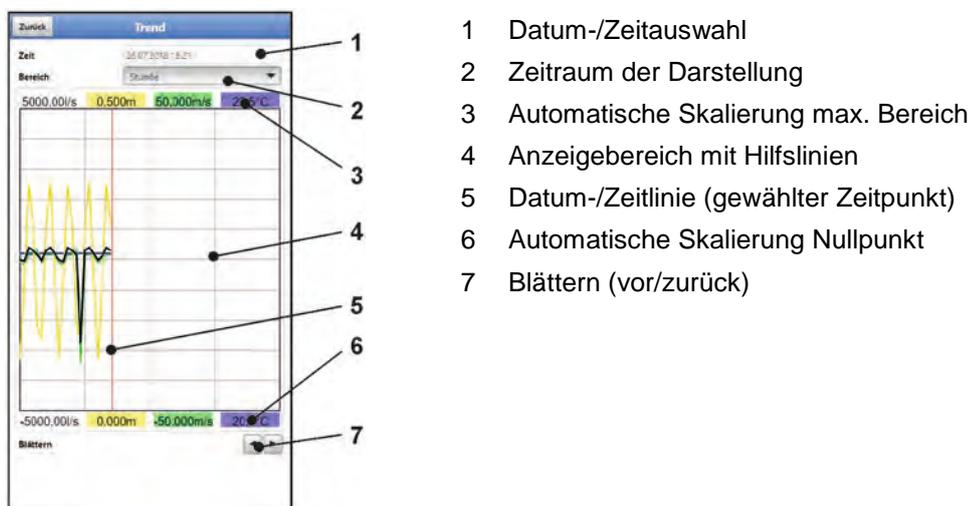

Abb. 39-2 Darstellung Trendanzeige
1. Gewünschten Bereich (Zeitraum der Darstellung; Abb. 39-2 Pos. 2) auswählen. Der ausgewählte Bereich wird dargestellt. Während der Darstellung erfolgt keine automatische Aktualisierung der Messdaten.
2. Bei Bedarf mit den Pfeilen (Abb. 39-2 Pos. 7) vor- und zurückblättern bei gleicher Grundeinstellung der Darstellung.
Beim Öffnen des Trend-Menüs werden das aktuelle Datum und die aktuelle Uhrzeit angezeigt. Wenn historische Messdaten bzw. ein spezieller Zeitpunkt angezeigt werden sollen, kann das über die Datum-/Zeitauswahl (Abb. 39-2 Pos. 1) eingestellt werden. Hier öffnet sich die nachfolgend abgebildete Auswahlmaske (Abb. 39-3). Wenn ein Startdatum gewählt ist, werden (abhängig vom eingestellten Bereich) die Messdaten im darunterliegenden Anzeigebereich dargestellt.